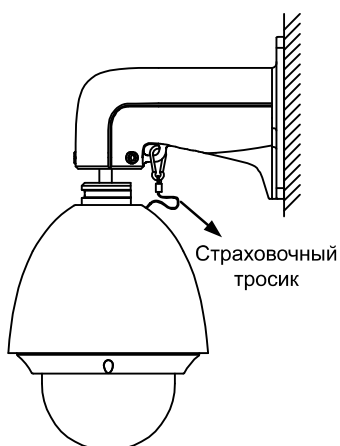

Рис. 2.11. Крепление страховочного тросика
1. Закрепите страховочный тросик одним концом на видеокамере, а другим концом на кронштейне, как это показано на Рис. 2.11.